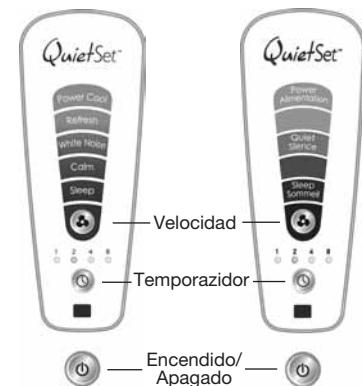

Fig. 10
Para encender el ventilador, presione el **botón de Encendido** (①) located at the bottom of the control panel (Fig. 10).
Para ajustar la velocidad hacia arriba o hacia abajo, presione el **botón de Velocidad** del Ventilador (②) repetitivamente para aumentar el nivel (Fig. 10).
Escoja entre los ajustes de 1, 2, 4 u 8 horas realizando la siguiente función (Fig. 10):